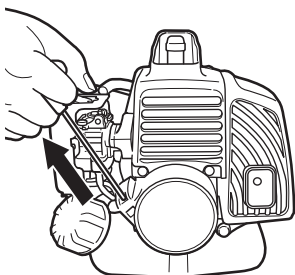

Fig. 25
- Tire enérgicamente del arrancador de retroceso, tomando la precaución de mantener el asidero bien sujeto para evitar que se escape de la mano. (Fig. 25)